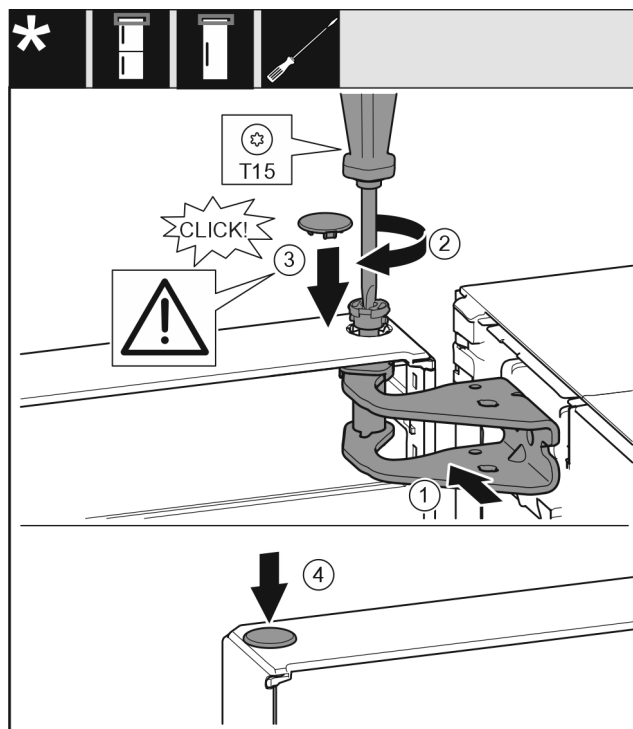

Fig. 19
- ▶ Justér døren foroven i forhold til åbningen i hængselbukken. Fig. 19 (1)
- ▶ Sæt boltene i, og skru dem fast med skruetrækker T15. Fig. 19 (2)
- ▶ Monter sikringsafdækningen for at beskytte døren: Anbring sikringsafdækningen, og kontrollér, om det hviler på døren. Hvis dette ikke er tilfældet, skal boltten sættes helt i. *Fig. 19 (3)*
- ▶ Sæt propperne i. *Fig. 19 (4)*